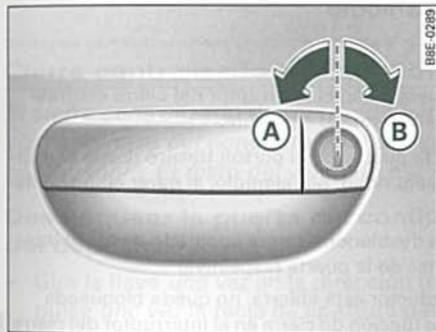

Fig. 47 Movimientos de la llave para abrir y cerrar
- Gire la llave hacia la izquierda en la cerradura de la puerta del conductor hasta alcanzar la posición de apertura (A) ⇒ fig. 47.
- Gire la llave hacia la derecha en la cerradura de la puerta del conductor hasta alcanzar la posición de cierre (B) ⇒ fig. 47 ⇒ ⚠.
Para ello, gire la llave en la cerradura de la puerta del conductor **dos veces** sucesivamente hasta alcanzar la posición de cierre (B) ⇒ fig. 47.